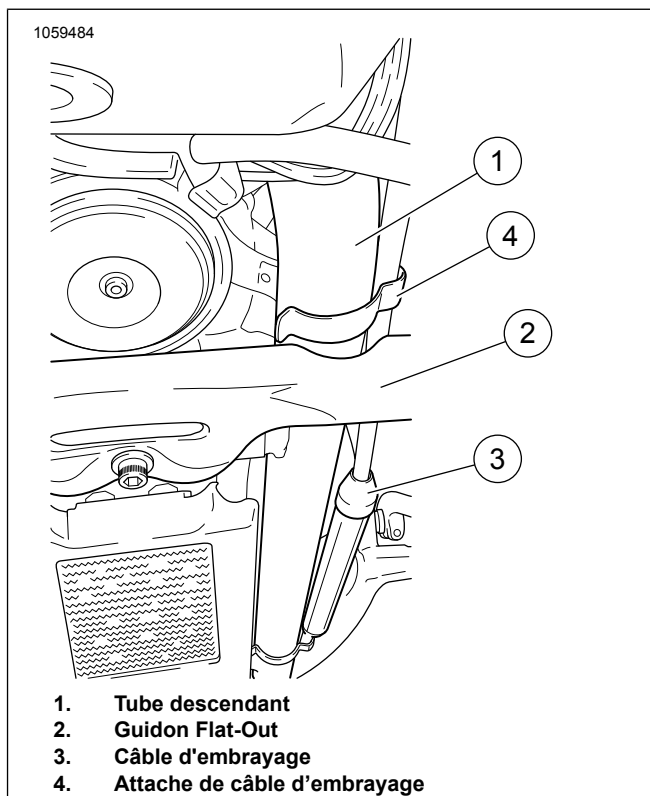
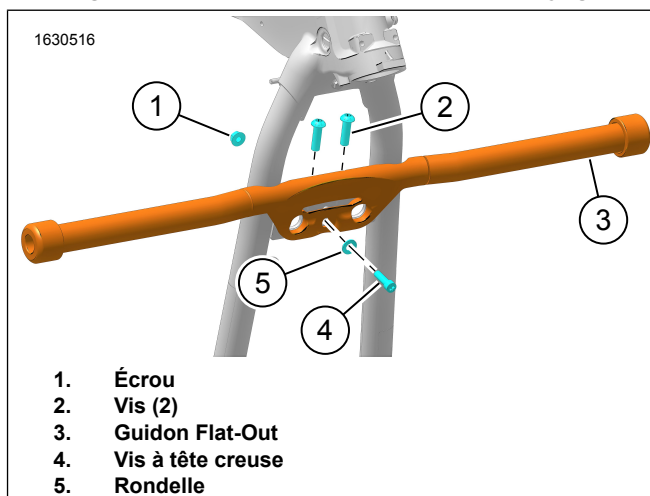

Figure 3. Acheminement du câble d'embrayage
Figure 4. Guidon Flat-Out
1. Voir la figure 3. Vérifier la position de l'attache du câble d'embrayage (4).
2. Déplacer l'attache (4) au-dessus du guidon flat-out (2).
3. Tourner de sorte que le câble d'embrayage (3) ne soit pas à l'avant du tube descendant (1).
4. Voir la figure 4. Placer le guidon Flat-Out (3) sur le dessus du support du moteur avant.
5. Installer les vis à tête bombée sans les serrer (2).
6. Installer sans serrer la vis à tête creuse (4), la rondelle (5) et l'écrou (1).
7. Serrer les vis (2).